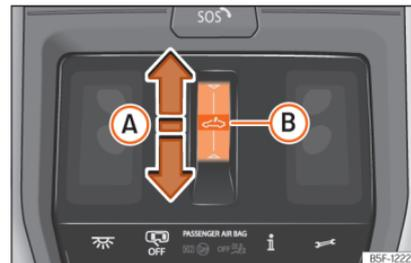

Abb. 100 Im Dachhimmel: Taste des Glasdachs.
- Automatische Bewegung: den Finger nach hinten über den Funktionsbereich  **»» Abb. 100 A** ziehen.
»» Abb. 100 ⓐ ziehen und gedrückt halten bis das Dach vollständig geschlossen ist.